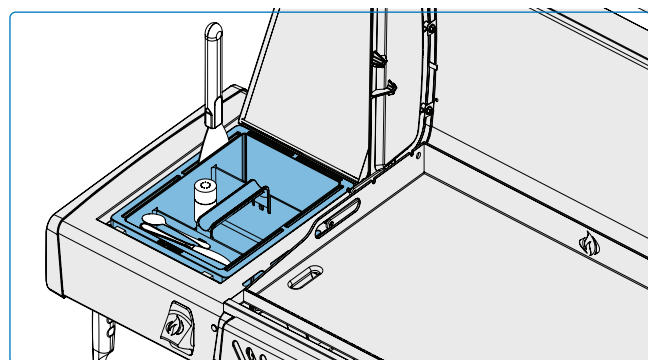

Fig. 8
Houd sauzen, kruiden en kookgerei binnen handbereik tijdens het grillen met de geïntegreerde caddy in de zijplank. **(Afb. 8).**
- Stel verschillende branders in op verschillende warmteniveaus om specifieke temperatuurzones te creëren. Controleer de oppervlaktetemperatuur van de plancha met een infraroodthermometer om er zeker van te zijn dat elke zone de gewenste temperatuur heeft. Gebruik directe warmte (direct boven de branders geplaatst) voor voedsel dat gebaat is bij snel koken, terwijl indirecte warmte (aan de zijkant geplaatst) gebruikt kan worden voor langzamer garen of om voedsel warm te houden. **(Afb. 8)**